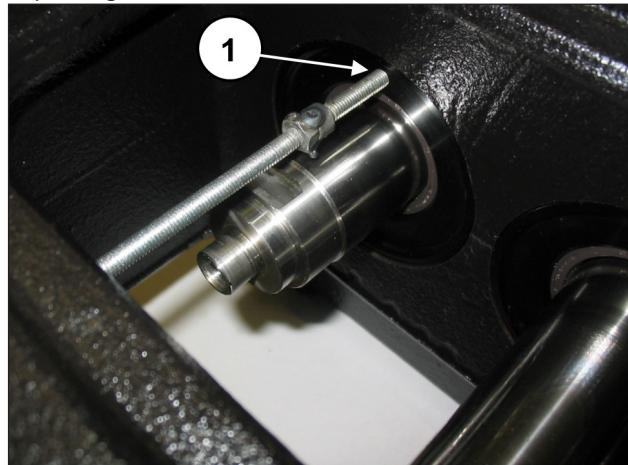
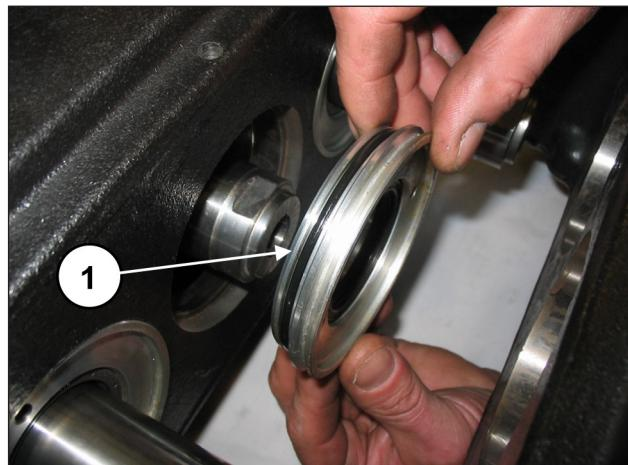

Fig. 3
Fig. 4
Visser une barre filetée ou une vis M6 faisant office d'extracteur dans les orifices prévus à cet effet sur le couvercle (rep. ①, Fig. 3) et dégager les couvercles du groupe pompe (rep. ①, Fig. 4).